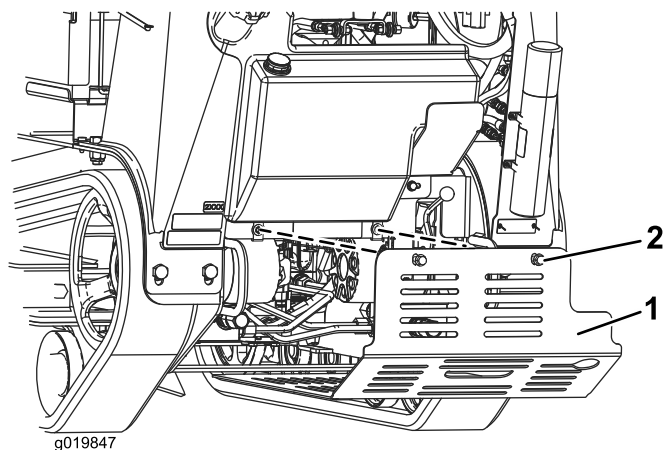

Figura 25
3. Slăbii secvențial cele 2 uruburi care fixează scutul de la partea inferioară, până la eliberarea scutului (Figura 25).
5. Pentru a monta scutul înainte de a utiliza maina, glisați scutul din partea inferioară pe maină astfel încât să se sprijine pe toate cele 4 proeminente i fixați-l cu cele 2 uruburi pe care le-ați slăbit anterior (Figura 25).